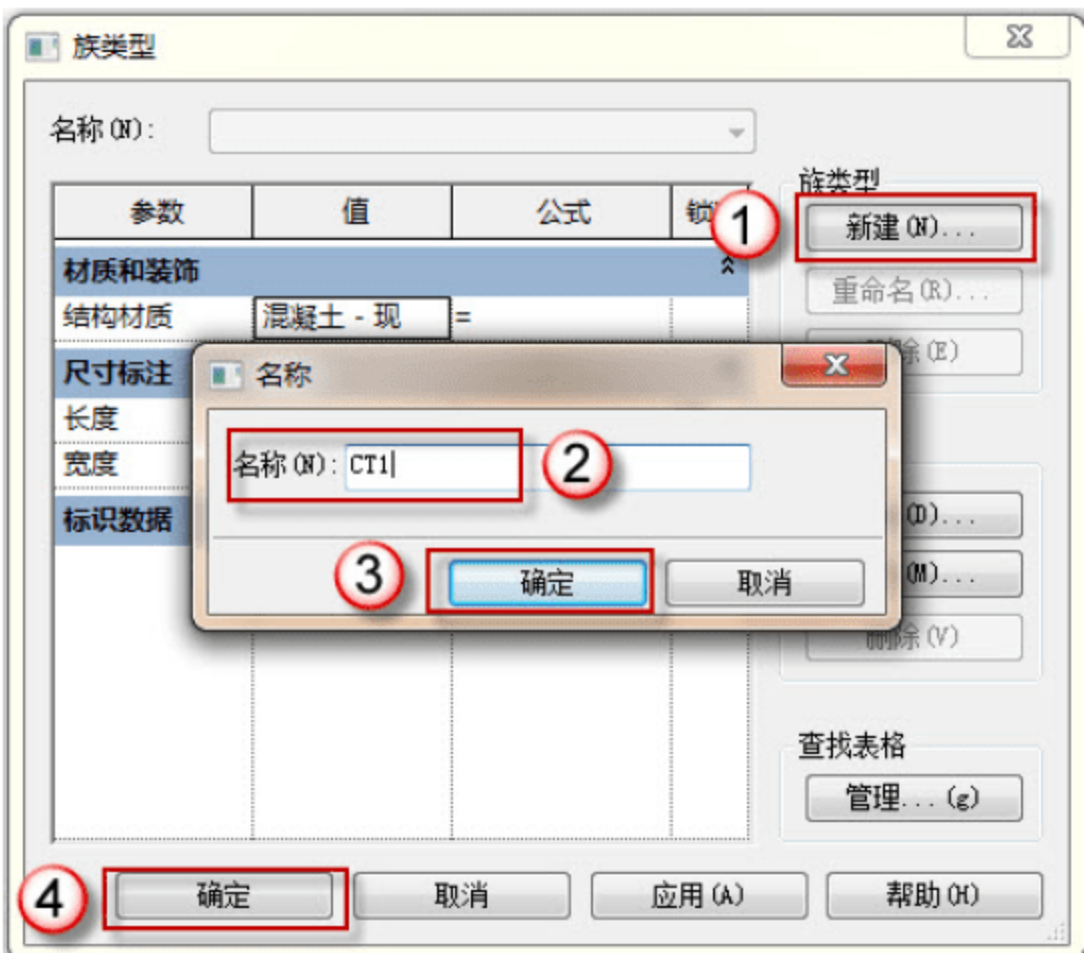

图 2.1.12 编辑名称
(11) 编辑族名称。单击“族类型”按钮，在弹出的“族类型”对话框中，单击“新建”按钮，在弹出的“名称”对话框中输入 CT1，单击“确定”按钮，如图 2.1.12 所示。